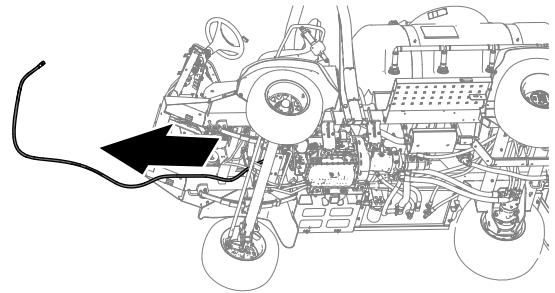

Figure 68
- Déposez le flexible de retour pour la soupape de direction de la machine (Figure 68).